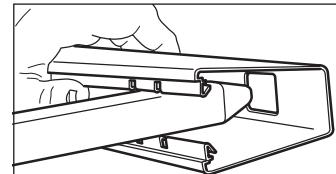

fig. 2
- Insérez un piquet dans la gorge de la traverse et dans le trou préparé, comme montré. NE PAS ENCLIQUEZ EN PLACE (fig. 2).